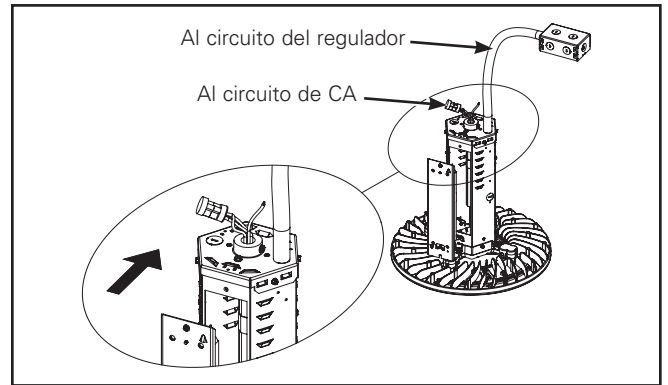

Figura 12.
4. Cierre el compartimento del controlador (Figura 12).